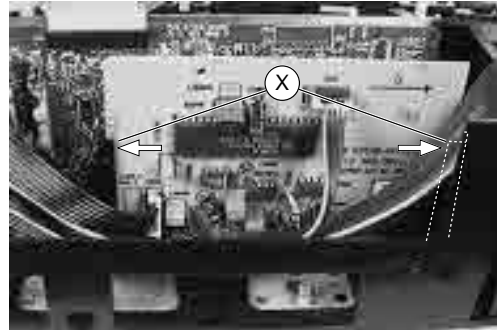

Fig. 14
- Führungsleisten (X) vorsichtig auseinanderdrücken und NICAM-Decoder herausnehmen (Fig. 14).
- Press the guides (X) carefully apart and take out the NICAM Decoder (Fig. 14).